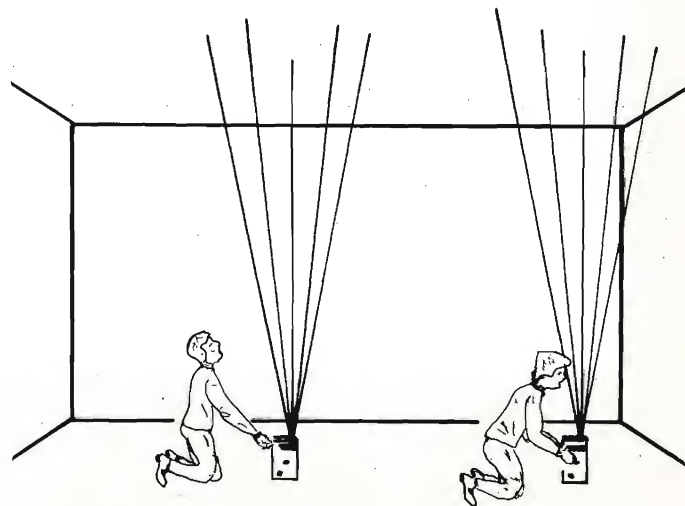

Fig. 3 -
Apparecchi elettrici vicini (telefoni, macchine per uffici, ecc.) od apparecchi a gas, compresi (cannelli ossidrici, martelli pneumatici, ecc.), possono talvolta emettere ultrasuoni ed influenzare il ricevitore assai sensibile, del "DATAREX" "meter". Per misurare la distanza dal suolo al soffitto, scostarsi il più possibile, vedi fig. 3. Per ottenere una perfetta misurazione, bisogna ricordare:
- di eliminare gli ostacoli: un oggetto fuori posto o la testa dell'operatore stesso (fig. 3);